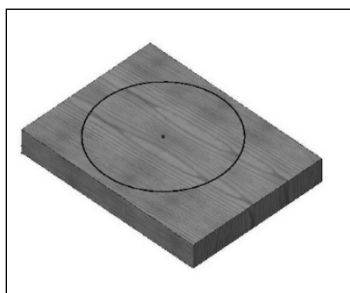

Рисунок 19.
- Нарисуйте круг и его центральную точку на деревянной заготовке (рис. 19).